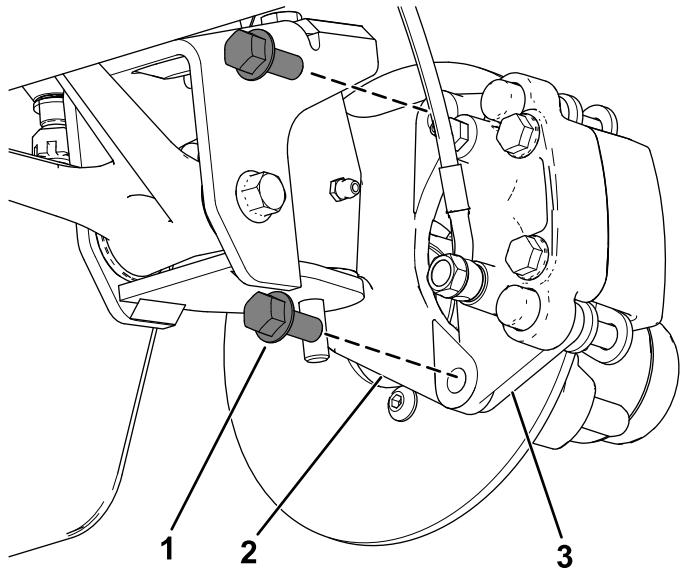
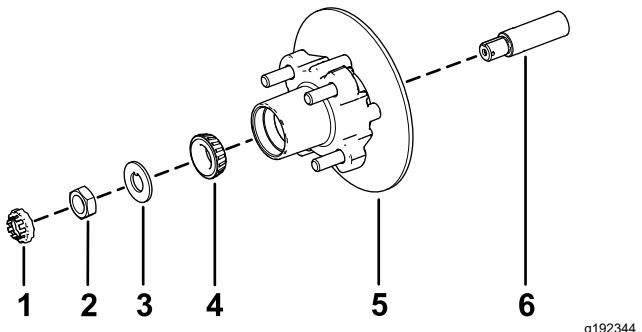

Figura 38
Figura 42
3. Retire los pernos con arandela prensada ($\frac{3}{8}$ " x $\frac{3}{4}$ ") que sujetan el soporte del conjunto de freno al eje y separe el freno del eje (Figura 38).
1. Aplique una ligera capa de grasa del tipo especificado en el eje (Figura 42).
2. Monte el cubo y el rotor en el eje con el rotor hacia dentro (Figura 42).
3. Monte el cojinete exterior en el eje y acople el cojinete al anillo de rodadura exterior (Figura 42).
4. Monte la arandela con pestaña en el eje (Figura 42).
5. Enrosque la tuerca en el eje y apriete la tuerca a 15 N·m, girando el cubo para asentar el cojinete (Figura 42).
2. Alinee las pastillas de freno en cada lado del rotor (Figura 38) y los taladros del soporte de la pinza con los taladros de montaje del freno de la mangueta (Figura 42).
3. Sujete el soporte de la pinza a la mangueta (Figura 38) usando los 2 pernos con arandela prensada ($\frac{3}{8}$ " x $\frac{3}{4}$ ").